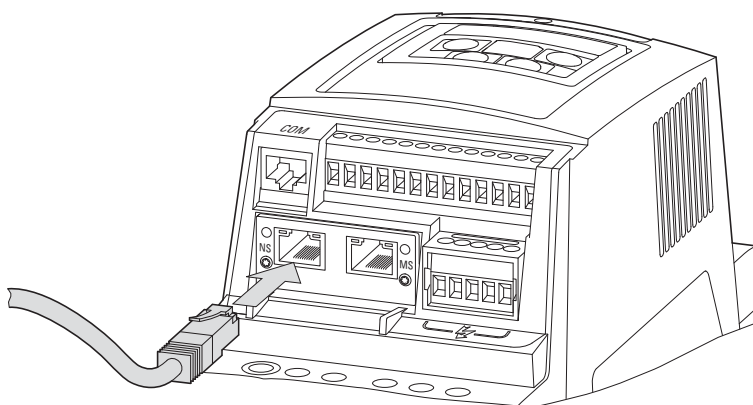

Figura 13: Collegamento del connettore RJ45
- ▶ Collegare il dispositivo al PC e alla rete (collegare il connettore RJ45 → Figura 13, pagina 20).